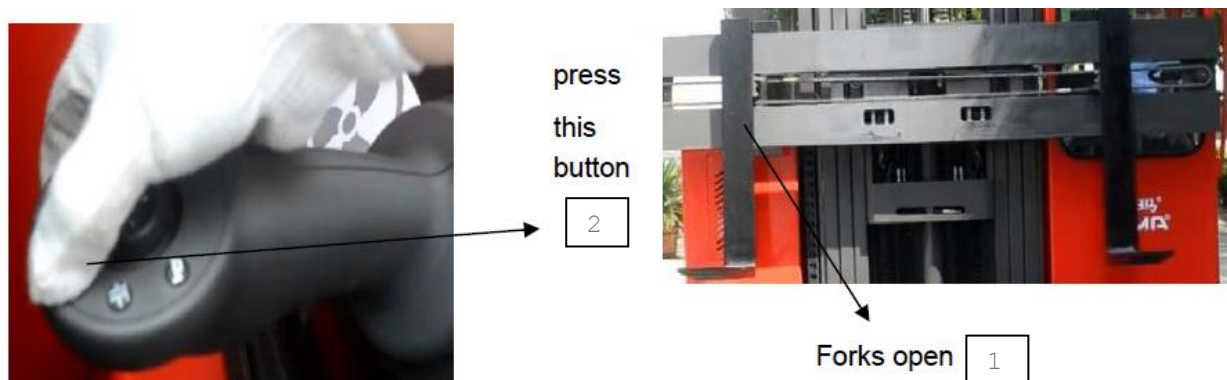

Рис. 4-3-12:
4.3.3.7. Нужно нажать на кнопку дистанционной регулировки расстояния между вилами в интегрированном джойстике, и вилы разойдутся в обе стороны (см. Рис. 4-3-12).